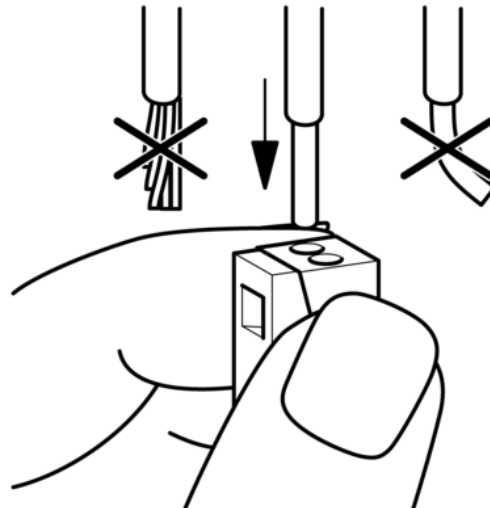

Bild 8: Anschluss des eindrähtigen Leiters
- Eindrähtigen Leiter bis zum Anschlag in eine runde Öffnung auf der Installationsseite hineinstecken (Bild 8).